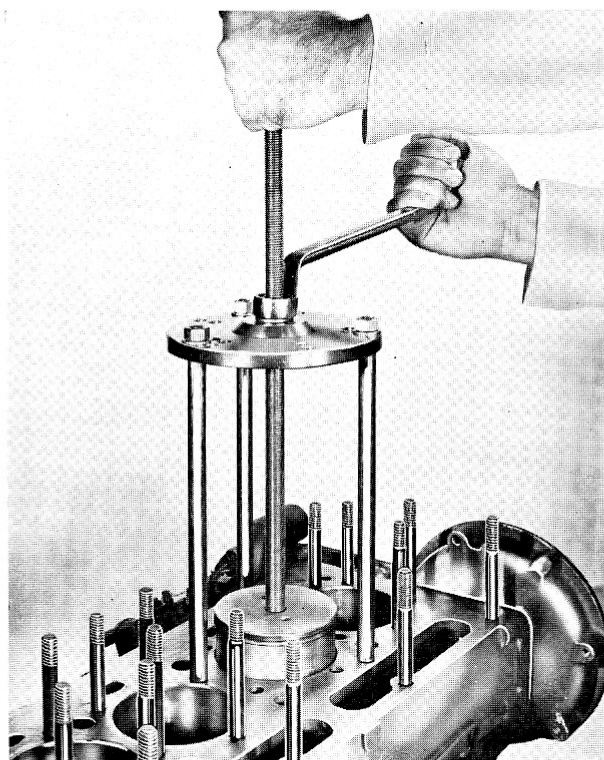

Fig. 24
- 7° Serrer l'écrou jusqu'à extraction complète de la chemise (fig. 24).